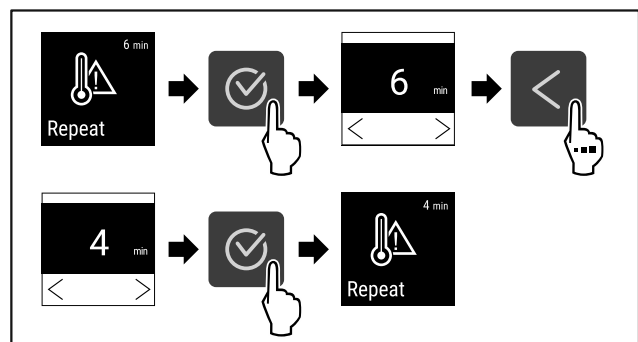

Fig. 134
- ▶ Εκτελέστε τα βήματα ενεργειών (βλέπε Fig. 134).